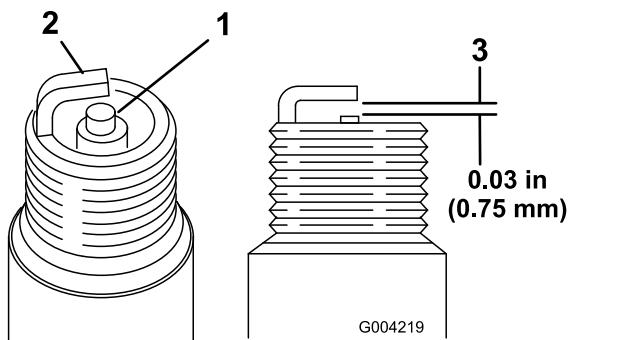

Рисунок 16
1. Осмотрите середину обеих свечей зажигания (Рисунок 16). Если на изоляторе заметен светло-коричневый или серый налет, то двигатель работает должным образом. Черный налет на изоляторе обычно означает, что загрязнен воздухоочиститель.
2. Проверьте зазор между центральным и боковым электродами (Рисунок 16).
3. Если зазор неправильный, отогните боковой электрод (Рисунок 16).